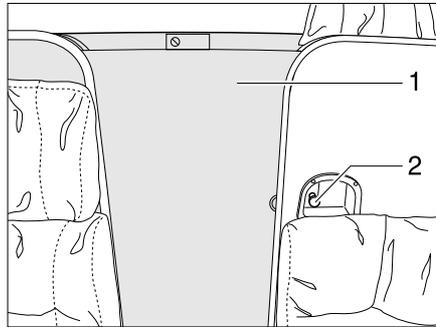
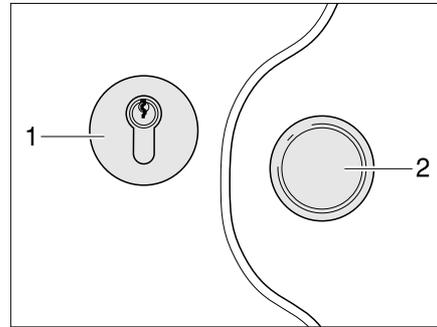

Bild 48 Fahrerhausabtrennung
Bild 49 Schloss Fahrerhaus
- Die Tür (Bild 48,1) entsichern und zuschieben.
- Den Griff (Bild 48,2) entgegen dem Uhrzeigersinn drehen, bis die Tür verriegelt ist.
- Den Griff (Bild 48,2) im Uhrzeigersinn drehen, bis die Tür entriegelt ist.
- Die Tür (Bild 48,1) aufschieben und sichern.
- Die Tür (Bild 48,1) entsichern und am Griff (Bild 49,2) zuschieben.
- Den Schlüssel in den Schließzylinder (Bild 49,1) stecken und im Uhrzeigersinn drehen, bis die Tür verriegelt ist.